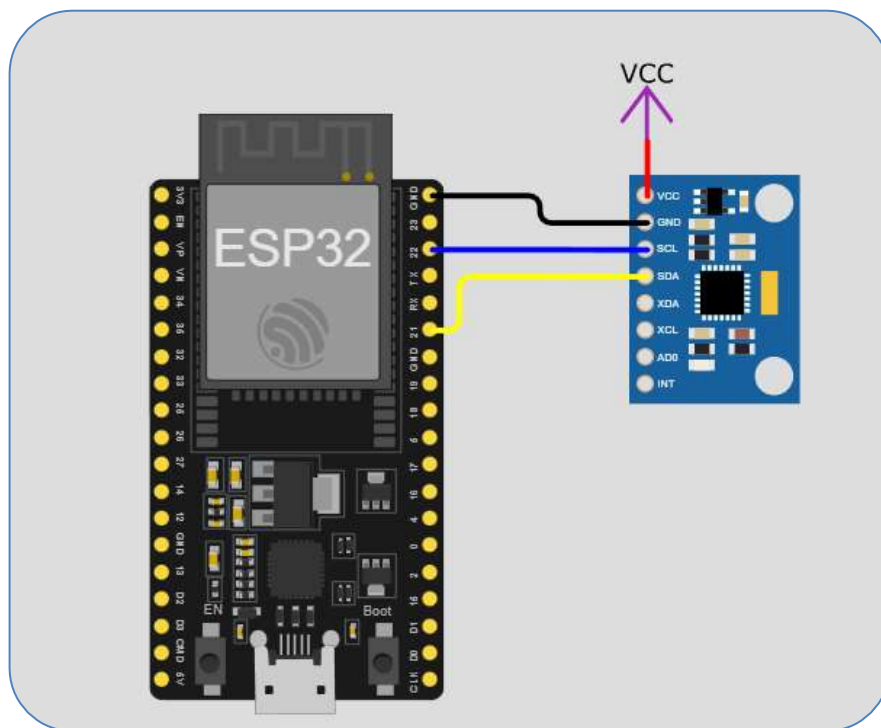

Рис. 13.1. Схема
Основна мета збору даних – отримати репрезентативні вимірювання прискорень по осях X, Y, Z під час виконання різних рухів пристроєм (наприклад: idle; left-right; forward-backward; up-down) для подальшої обробки та навчання моделі розпізнавання жестів. Для збору даних буде використовуватись акселерометр MPU6050 та плата ESP32 в симуляторі Wokwi (рис. 13.1). Дані зберігатимуться у файлах в форматі CSV.
- a. В симуляторі Wokwi зібрати схему (рис. 13.1) та додати код прикладу з теоретичних відомостей.